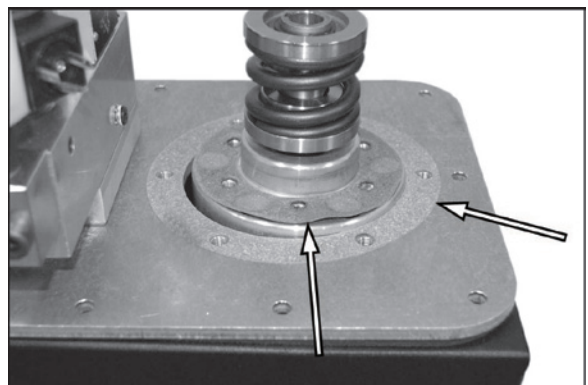

Abbildung 74.
5. Siehe Abbildung 74. Dichtung entfernen und Dichtungsoberflächen reinigen.